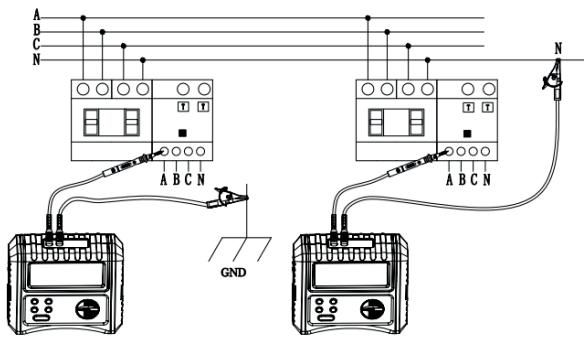

Рисунок 9.3
- Один конец зелёного провода с крокодилом — в "E", другой — на землю; красный щуп — в "L", второй конец — к выходу УЗО A, B или C. Нажмите "TEST". (см. рисунок 9.3 слева)
- Один конец зелёного провода — в "E", другой — к нулю (N); красный — в "L", второй конец — к клемме A, B или C УЗО. Нажмите "TEST". (см. рисунок 9.3 справа)